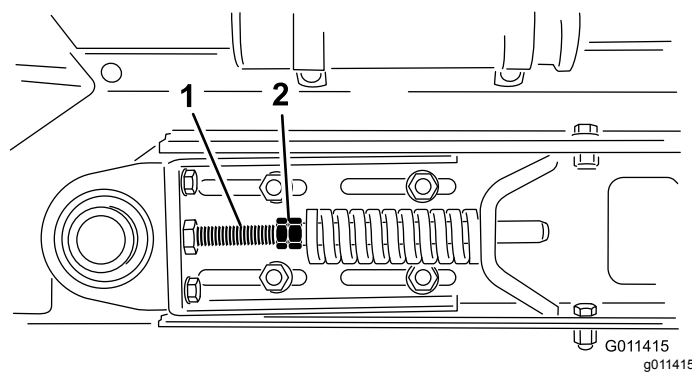

Figura 31
3. Afloje las contratuercas y las tuercas de la varilla tensora para aliviar la tensión del muelle (Figura 31).